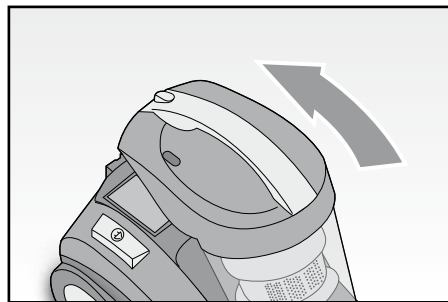

Fig. 11
- Reinserire poi il contenitore della polvere completo (A) sul corpo dell'apparecchio premendolo leggermente fino ad udire lo scatto di avvenuto aggancio (Fig. 11).